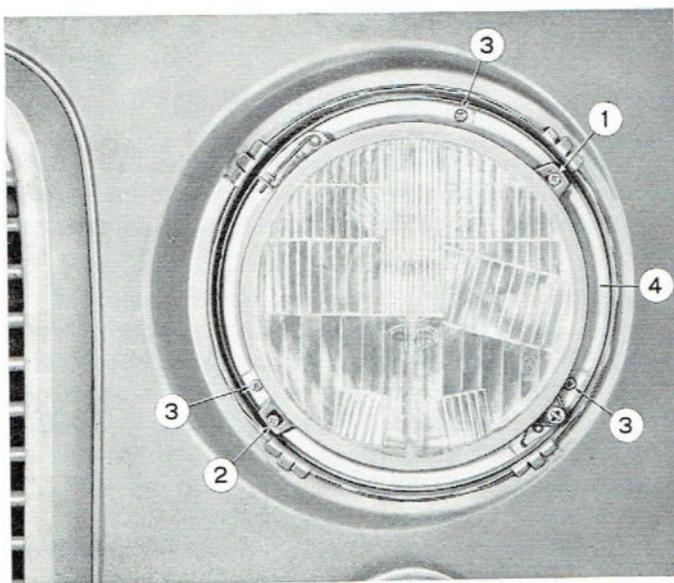

Abb. 140 - Linker Scheinwerfer, ohne Zierring.
Zur Einstellung der Scheinwerfer schaltet man das Abblendlicht ein. Zur senkrechten Verstellung schraubt man an der Schraube (1, Abb. 140), und zur waagrechten Verstellung dreht man die Schraube (2). Dabei folgendes beachten: